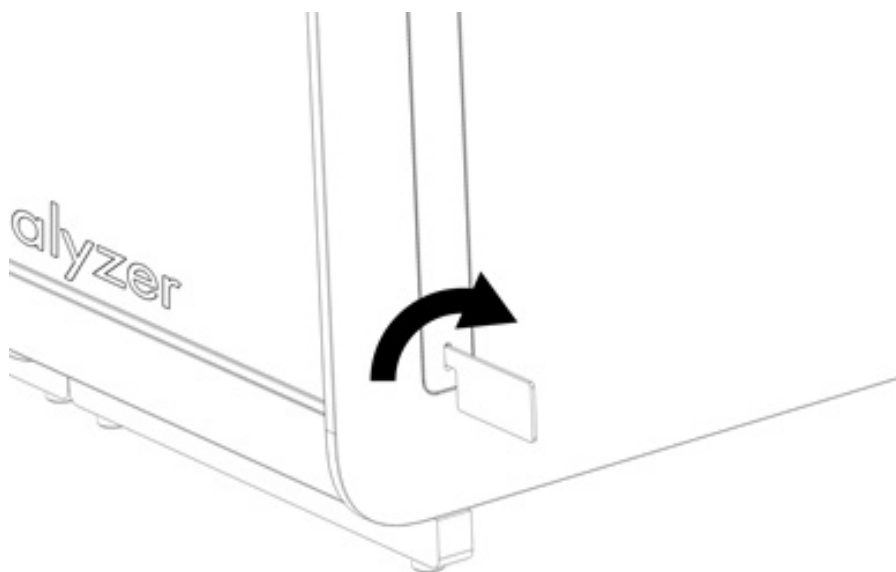

図 15.保護カバーを取り外す。
3. QIAstat-Dx Analyzer 1.0 と同梱の保護カバー取り外し、ツールを使用して解析モジュールの側面から保護カバーを取り外します (図 15)。